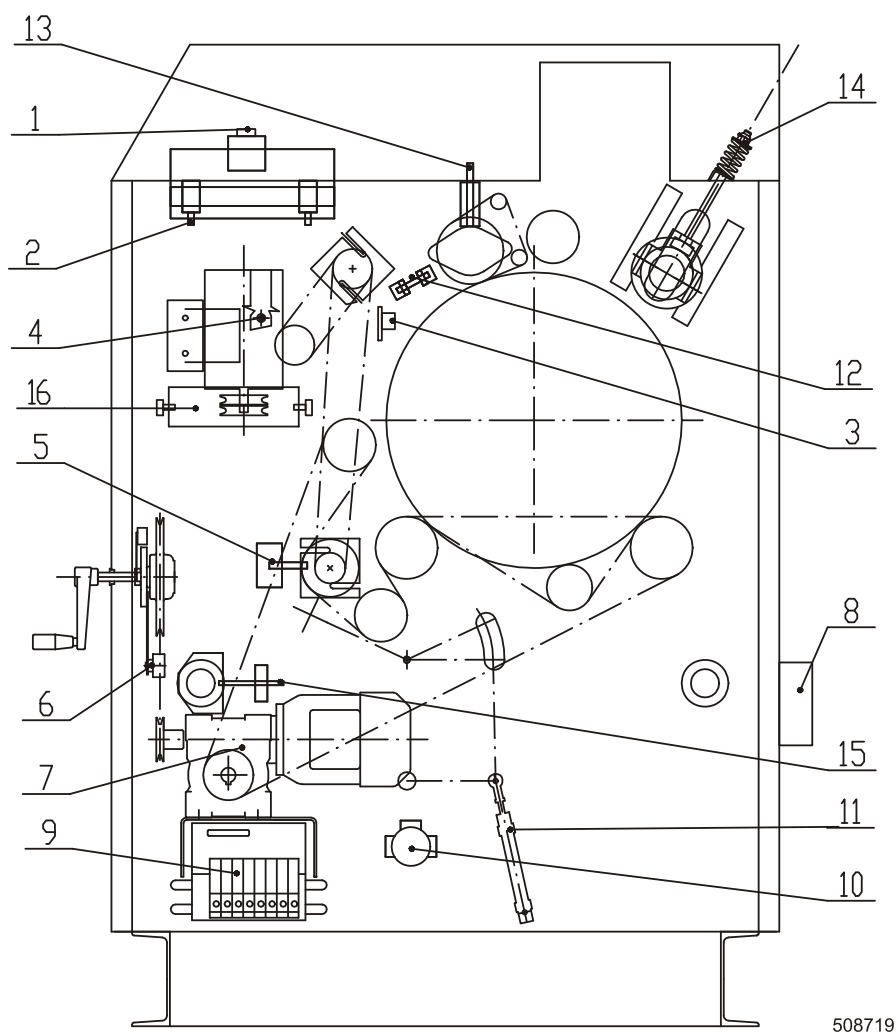

Abb. 5.2.3.A
Einstellung des Brückenvorschubes vor/zurück wird mit Hilfe von Drosselventils pneumatischer Walzen, Abb. 5.2.3.A, Pos. 2 vorgenommen. Die Walzen sind im Oberteil beider Maschinenständer angebracht.
Spannen der Bänder des Falttisches wird durch Verschiebung von Lagergehäusen der vorderen Faltwalze mittels Schrauben, Abb. 5.2.3.A, Pos.15 vorgenommen.
1. Spannschrauben, Abb. 5.2.3.A, Pos.15 der vorderen Walze des Faltförderers lösen
4. Sämtliche Bänder mittels Spannschrauben, Abb. 5.2.3.A, Pos.15 mäßig spannen.